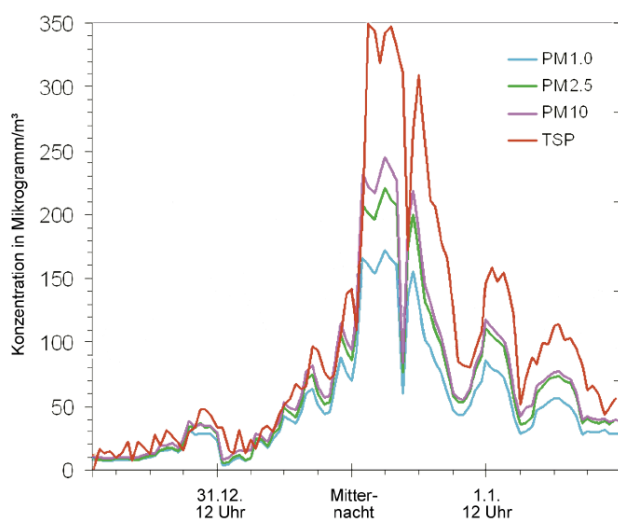

Abb. 7: Verlauf der Feinstaubmessungen in Wien zu Silvester 1999/2000
Das Auftreten von größeren Feinstaubteilchen (PM10) bewirkt dabei eher Husten oder Asthmaanfälle, das Auftreten feinerer Stäube (PM2,5) dagegen eher zB Herzrhythmusstörungen. Das Diagramm in Abb. 7 zeigt eine Messung aus Wien in der Silvesternacht des Jahrtausendwechsels, welches verdeutlicht, dass es zu Silvester zu einem Anstieg aller Größenfraktionen von Feinstaub kommt.
Bei der Wiener Untersuchung, aus der auch Abb. 7 stammt, wurde in der Silvesternacht eine deutliche Steigerung von u. a. Kalium (K), Magnesium